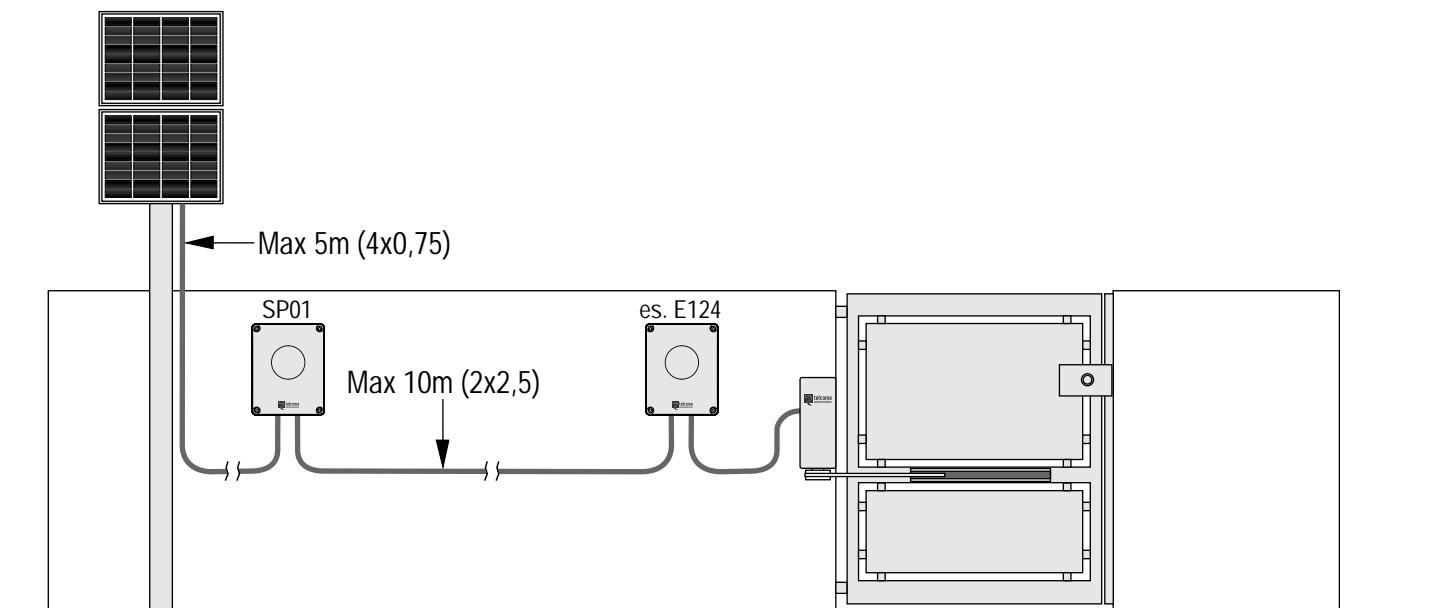

Fig.1
- l'installazione ideale prevede che: i collegamenti di potenza dell'intero impianto (alimentazione 24V e collegamento motore/i) siano il più corti possibile. Per il cavo di alimentazione tra SP01 e la centrale comando consigliamo di non superare i 10m di lunghezza e di usare una sezione minima dei conduttori di 2,5mmq (Fig.1).
- l'installation idéale prévoit que : les connexions de puissance de toute l'installation (alimentation 24 V et connexion moteur/s) soient les plus courtes possibles. Pour le câble d'alimentation entre SP01 et la centrale de commande nous conseillons de ne pas dépasser 10 m de longueur et d'utiliser une section minimum des conducteurs de 2,5 mm² (Fig. 1).
- la instalación ideal prevé que: las conexiones de potencia de todo el sistema (alimentación de 24V y conexión del o de los motores) sean lo más cortas posible. Para el cable de alimentación entre SP01 y la central de mando se aconseja no superar 10 m de longitud y utilizar una sección mínima de los conductores de 2,5 mm² (Fig. 1).
- for an ideal installation: the power supply connections of the entire system (24V power supply and motor connection) must be as short as possible. The power supply cable between the SP01 and control unit should not be more than 10 m long and the minimum wire cross-section should be 2.5 mm² (Fig.1).
- Die ideale Installation sieht folgendes vor: Die Leistungsanschlüsse der ganzen Anlage (Speisung 24V und Anschluss des Motors/en) müssen so kurz wie möglich sein. Für das Speisungskabel zwischen SP01 und Steuerung empfehlen wir, 10 m Länge nicht zu überschreiten und einen Mindestschnitt von 2,5 qmm (Abb. 1) zu verwenden.
- bij een ideale installatie dient ervoor te zorgen dat de aansluitingen voor stroomvoorziening van de gehele installatie (24V-voeding en aansluiting motor(en)) zo kort mogelijk zijn. Voor de voedingskabel tussen SP01 en de besturingseenheid is het raadzaam een lengte van 10m niet te overschrijden en voor de geleiders een minimum doorsnede van 2,5mm² te gebruiken(afb. 1).